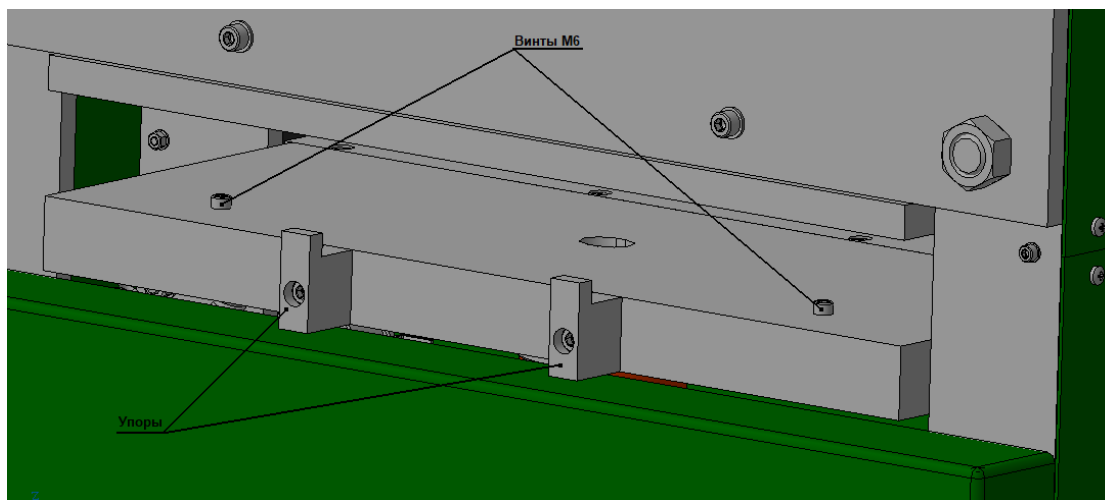

Рис.2
**Внимание!** Для равномерной формовки регистрационного знака, клапрана должна находиться по центру нижней плиты прессы. Устанавливая клапрану в пресс обратите на это внимание. Клапраны для разных типов регистрационных знаков имеют разный размер. Для фиксации глубины установки клапраны служат упоры и два винта М6, вкрученных в нижнюю плиту прессы (Рис.2) В случае использования универсальной (для двух и трехзначных регистрационных знаков) клапраны, упором служат винты М6. При использовании клапран для изготовления других типов регистрационных знаков, клапрана задвигается в пресс до упоров, смонтированных на заднем торце нижней плиты прессы (Рис.2) При необходимости, выверните винты М6.